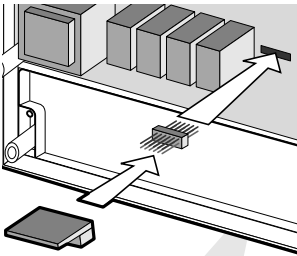

Fig. 4
- inserire il connettore doppia fila (Fig.4) e successivamente la scheda MTCSER0000 (Fig.4).